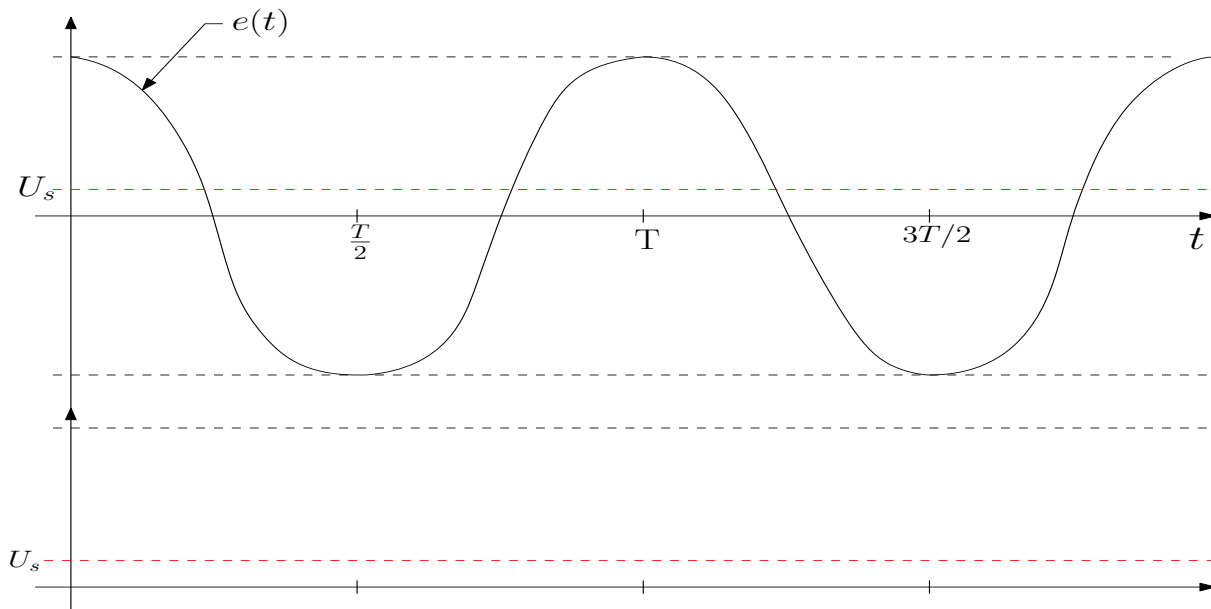

FIGURE 2 – Redressement d’une sinusoïde : chronogrammes muets.
- iii. On s’intéresse aux tensions $e(t)$ d’entrée et $s(t)$ de sortie (prise aux bornes de R_c et d’amplitude S). Mettre en œuvre l’expérience et tracer sur les chronogrammes muets de figure 2, que l’on joindra au compte-rendu, les graphes de ces deux tensions. Commenter.